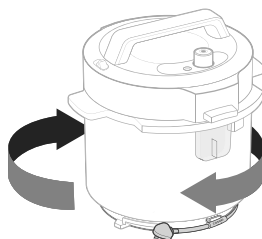

Figura 10.10
3. Avvolgere il cavo di alimentazione in senso orario intorno alla base della pentola a pressione e agganciare il fermaglio del cavo di alimentazione al gancio del cavo. [Figura 10.10]